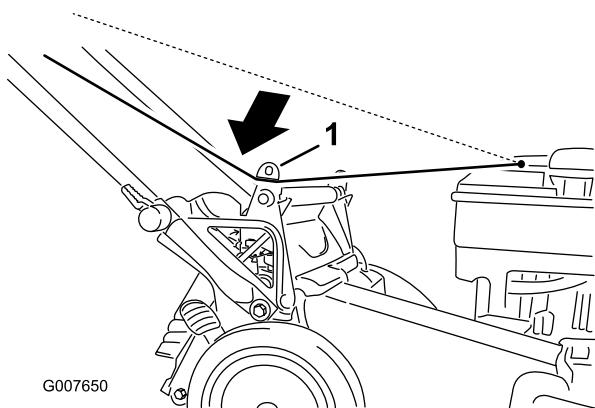

Figura 23
1. Avvolgete il cavo di avviamento attorno al guidacavo inferiore (Figura 23).
4. Installate il coperchio di scarico posteriore (Figura 23).